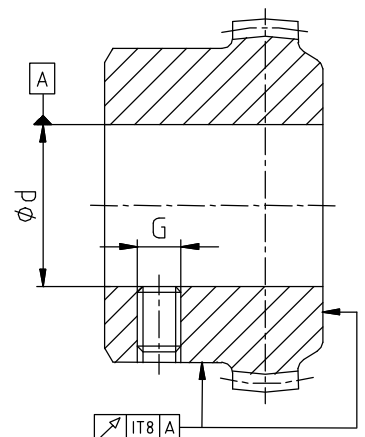

Bild 9: Rund- und Planlaufgenauigkeit
- Bei Herstellung der Nabenbohrung (Stahlnaben) durch den Kunden ist die Rund- bzw. Planlaufgenauigkeit (siehe Bild 9) einzuhalten.